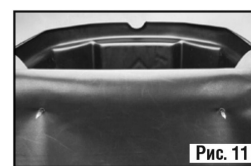

Рис. 11
- После установки подкладки в необходимое положение проткнуть ее при помощи каждого из двух приспособлений для монтажа подкладки, позволяя ей повиснуть в указанном месте (см. Рис. 11). Не прижимать подкладку к силикону или отверстию скиммера на данном этапе.